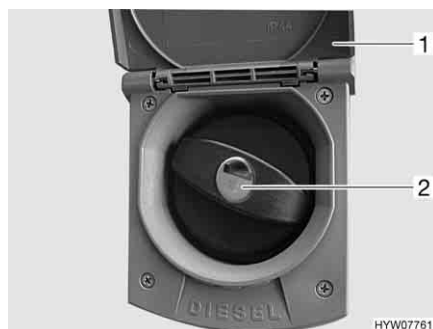

Fig. 30 Coperchio per bocchettone di riempimento per il rifornimento di carburante
- Alzare lo sportello (Fig. 30,1) verso l'alto.
- Inserire la chiave nel cilindro della serratura (Fig. 30,2) e ruotare in senso antiorario.